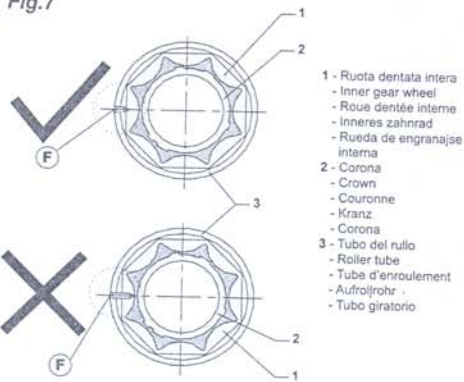

Fig.8
- La barra di collegamento tra il tubo e la lamiera dalla porta non dovrebbe essere troppo lunga per evitare di inficiare l'effetto anti leva (Fig.8).